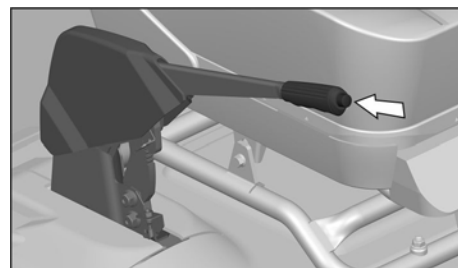

Рис. 5.19. Рычаг стояночного тормоза
**24 – рычаг стояночного тормоза.** Для затормаживания автомобиля необходимо потянуть рычаг (рис. 5.19) вверх; при этом, если включено зажигание, на комбинации приборов загорается прерывистым светом сигнализатор. Для растормаживания необходимо слегка потянуть рычаг вверх, нажать на кнопку фиксатора на торце рукоятки рычага и полностью опустить рычаг в исходное положение. При растормаживании сигнализатор гаснет.